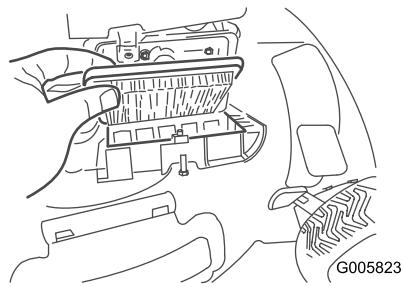

Рисунок 23
- Замените воздушный фильтр (Рисунок 23).